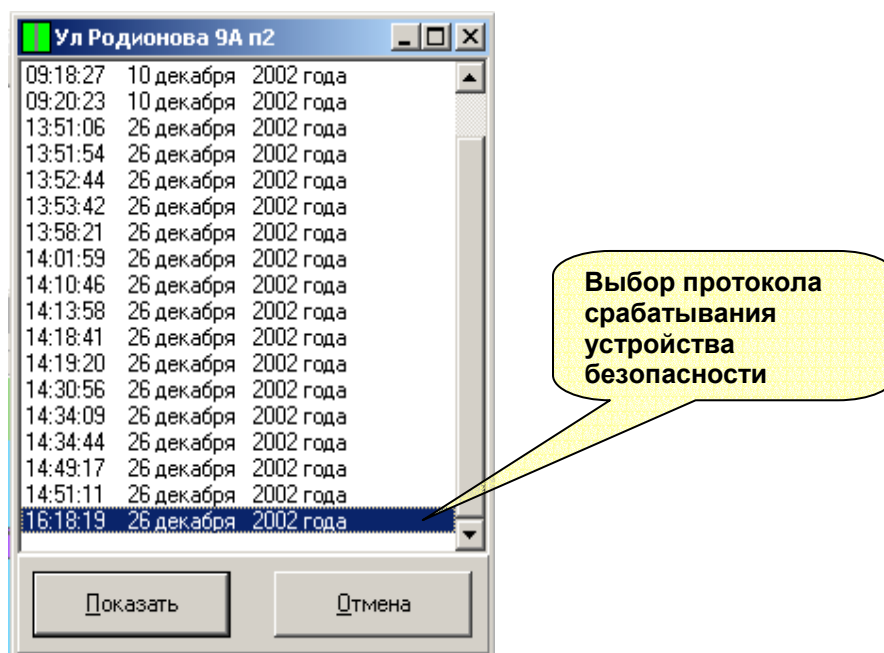

Рисунок 16 - Выбор протокола срабатывания УБ
3. Появится окно выбора протокола (см. рисунок 16). Окно представляет собой список хранимых протоколов срабатывания УБ. Каждое срабатывание представлено одной строчкой с указанием времени срабатывания с точностью до секунды и даты срабатывания.